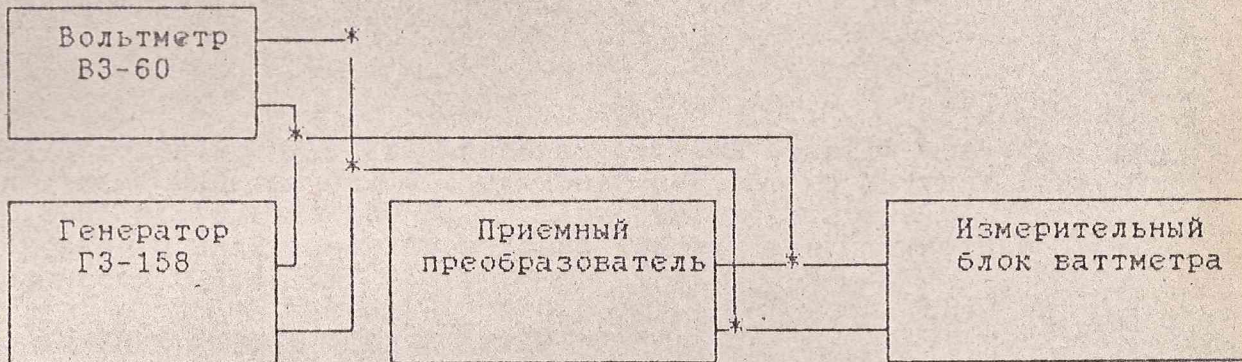

Рисунок 5
5.4.6. Определение Δp , для преобразователей малой мощности, проводится по схеме электрической соединений рис. 5 на уровнях мощности 3, 15, 30, 50, 100, 500 мкВт, 1, 5, 10 мВт.